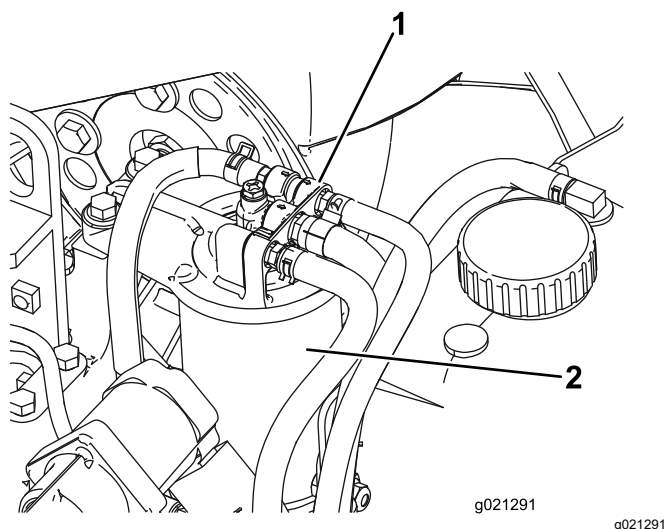

Figure 95
- Nettoyez la surface autour de la tête du filtre à carburant (Figure 95).
- Déposez le filtre et nettoyez la surface de montage de la tête du filtre (Figure 95).